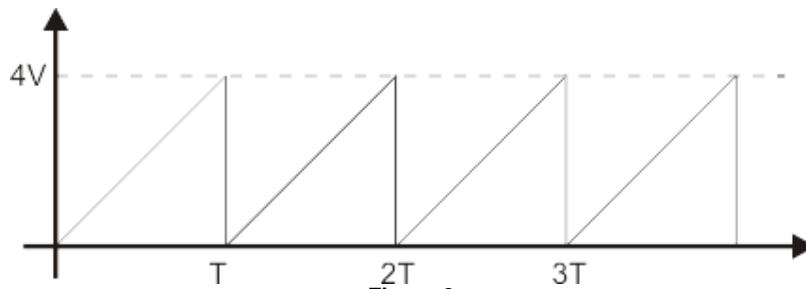

Figura 3
- 5) Observe el voltaje de salida en el osciloscopio y pruebe el correcto funcionamiento del circuito por partes. Después ajuste la señal de salida, por medio del potenciómetro, de modo que la amplitud del voltaje sea de 4Vp como se muestra en la Figura 3.